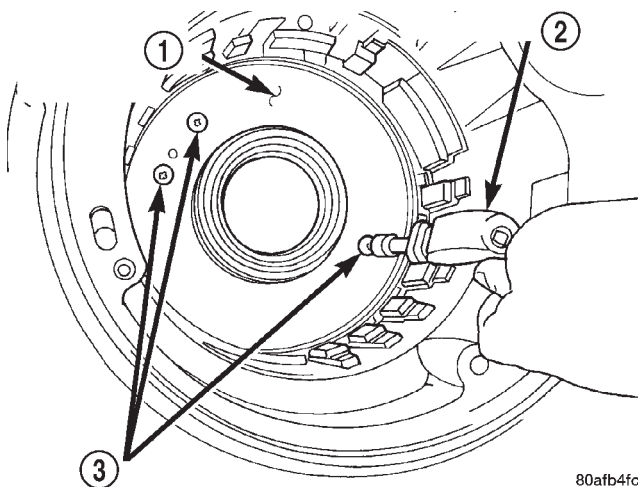

Fig. 74 Desmontaje de los tornillos de fijación del retén del émbolo
(64) Retire los tornillos del retén del émbolo de baja y marcha atrás al cárter (Fig. 74).